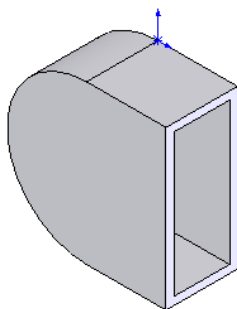

图 6-76 抽壳实体
(8) 设置视图方向。单击“标准视图”工具栏中的 (等轴测) 按钮, 将视图以等轴测方向显示, 抽壳实体如图 6-76 所示。